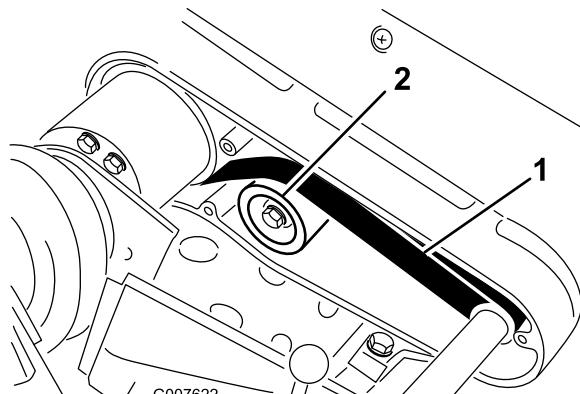

Figura 45
2. Compruebe la tensión presionando la correa en el punto intermedio entre las poleas (Figura 45) con una fuerza de 22 a 26 N.
- A. Afloje la tuerca de montaje de la polea tensora y pírote la polea tensora en sentido horario contra la parte trasera de la correa, hasta obtener la tensión deseada (Figura 45).